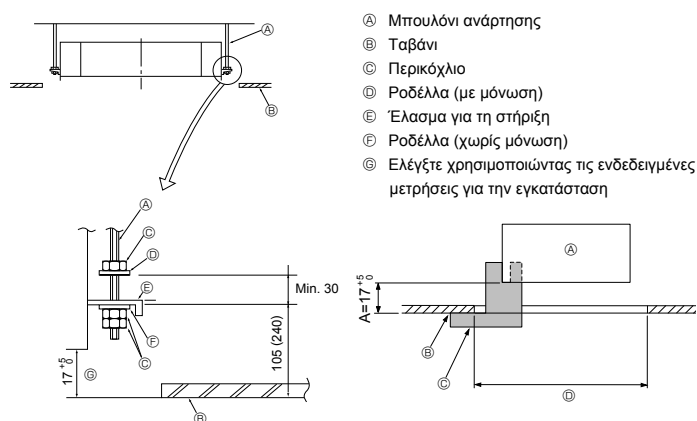

Fig. 2-5
2.5. Τρόπος ανάρτησης της μονάδας (Fig. 2-5)